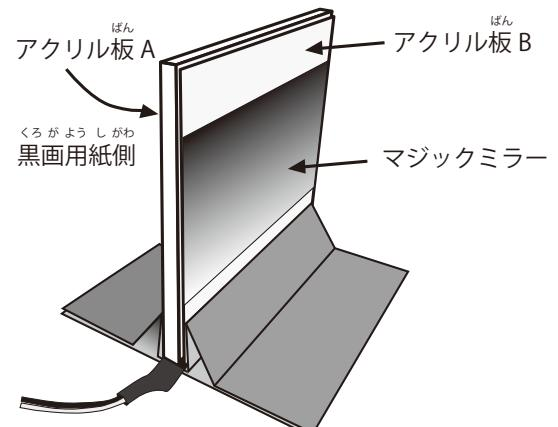

図12 アクリル板の固定方法
12) アクリル板Bの保護シールをはがして、図12のようにミラー台にアクリル板Aとアクリル板Bのを乗せます。